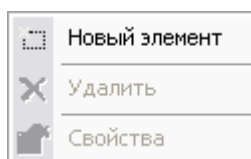

Рис. 103
Работа с языками ведется посредством контекстного меню, вызываемого нажатием правой кнопки мыши на область окна или на название языка (Рис. 103).
1. Выберите пункт меню **Новый** (Рис. 103).